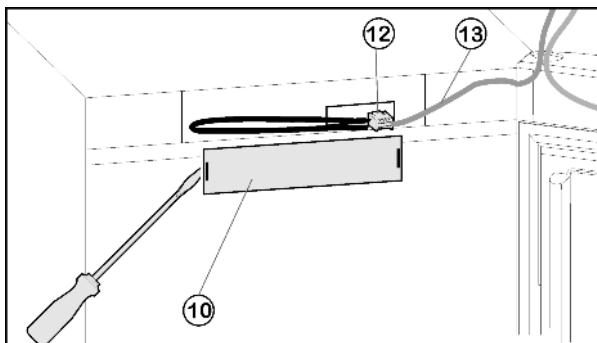

Fig. 4
► Снимите переднюю накладку Fig. 4 (10) с помощью плоской отвертки.
► Снимите контакт и извлеките разъём Fig. 4 (12).
► Высвободите из направляющей серый кабель Fig. 4 (13).
- Снова установите разъем Fig. 4 (12).
- Снова установите крышку Fig. 4 (10).